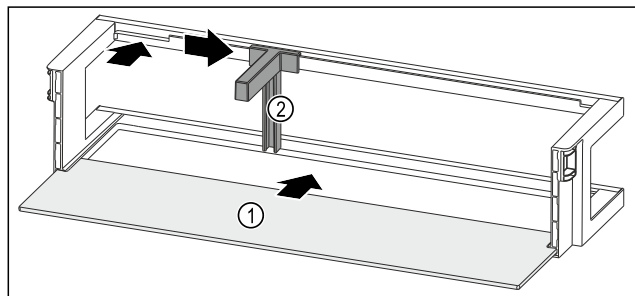

Fig. 53 Deurrek met draagplateau
- ▶ Draagplateau Fig. 53 (1) in de zijdelingse inkepingen schuiven.
- ▶ Flessenhouder Fig. 53 (2) in de uitsparing plaatsen.
- ▶ Flessenhouder Fig. 53 (2) in de gewenste positie opzij schuiven.